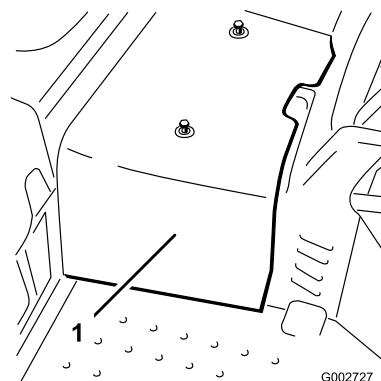

Figure 41
- Desserrez les 2 vis qui fixent le carénage central à la machine et déposez le carénage (Figure 41).